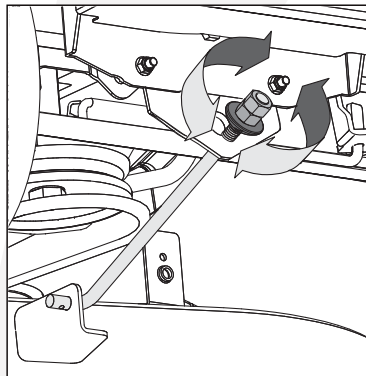

Fig. 25
3. Si se necesita el ajuste de adelante hacia atrás, después de aflojar la tuerca de seguridad exterior, gire la tuerca de ajuste interna en el sentido de las agujas del reloj para elevar o en el sentido contrario a las agujas del reloj para bajar la parte delantera de la cubierta de corte. (Fig. 25)
5. Sin mover la tuerca de ajuste interna, vuelva a apretar la tuerca de seguridad externa para asegurar la tuerca de ajuste interna en su lugar. (Fig. 25)